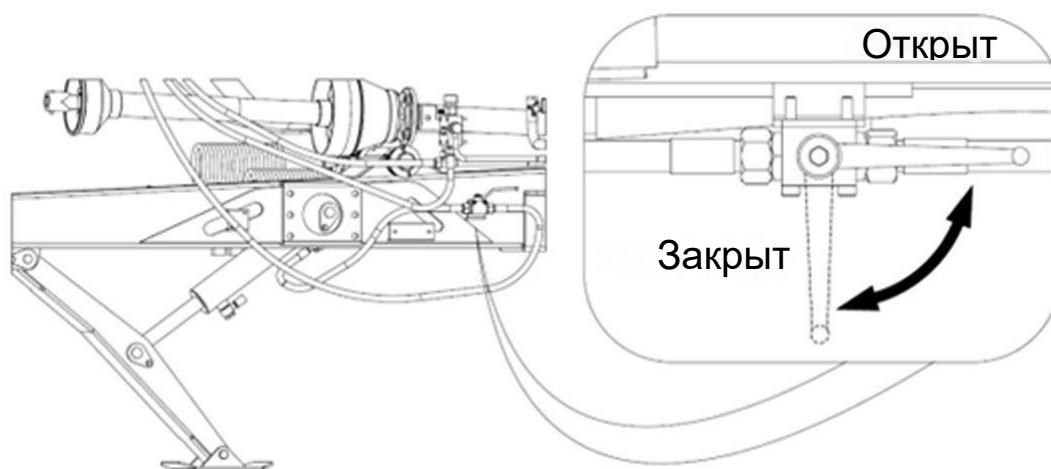

Рисунок 24. Гидравлический клапан, управляющий (отключающий) гидравлической пятой
- если прицеп оснащен гидравлической ножничной опорной пятой (рисунок 24), подсоедините гидравлические шланги пяты к гнездам внешней гидравлики трактора; откройте гидравлический клапан для блокировки пяты, расположенный на дышле; с помощью рычага распределителя трактора, поднимите или опустите петлю дышла на высоту, позволяющую соединить ее со сцепкой трактора.